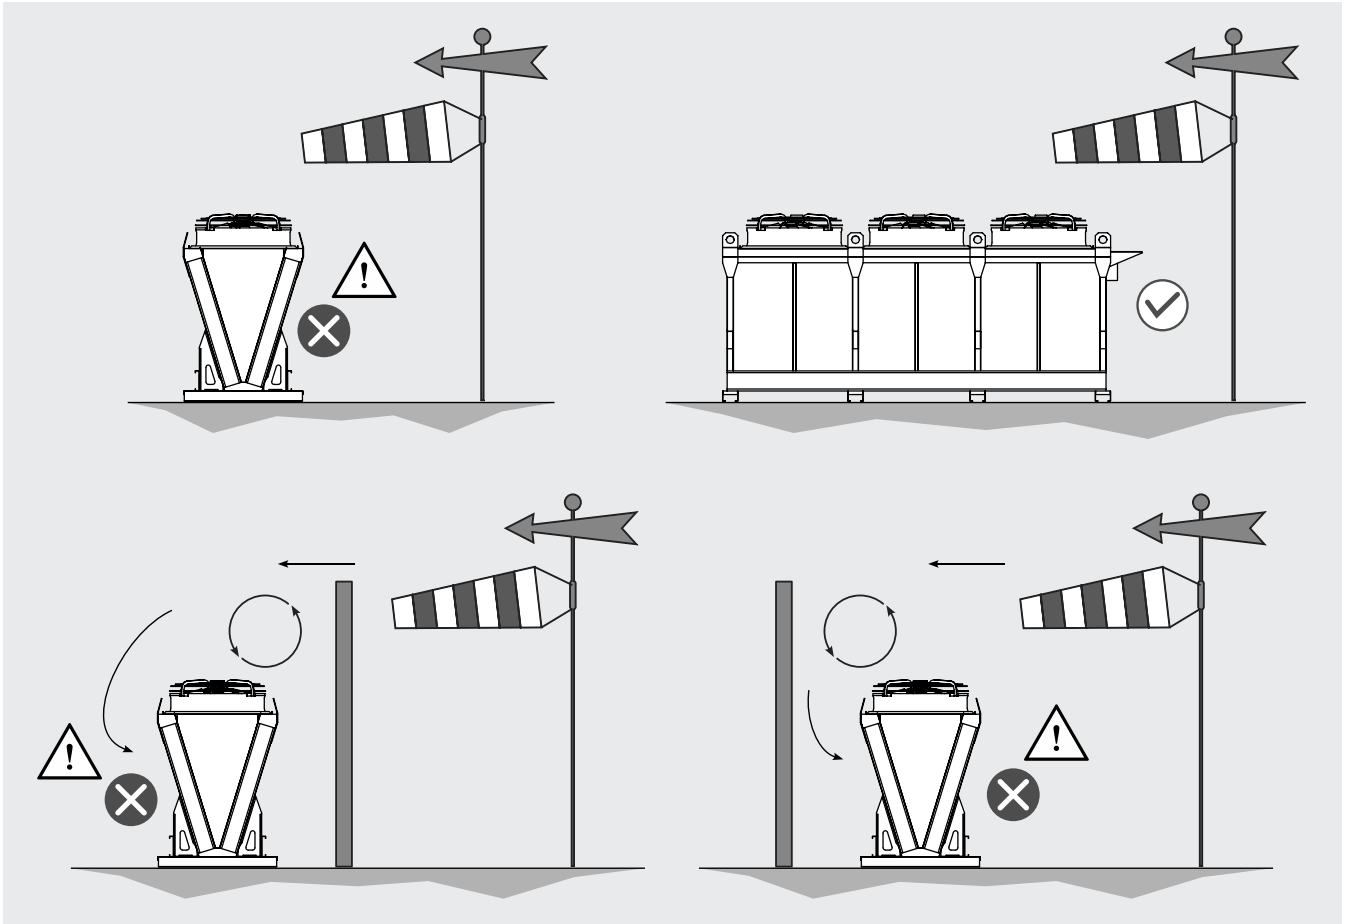

Figure 4
- 4.5 Les courants de vent latéraux, en présence ou en l'absence d'obstacles, peuvent entraîner des phénomènes de recirculation de l'air et une baisse des performances du modèle. Voir la Figure 4.